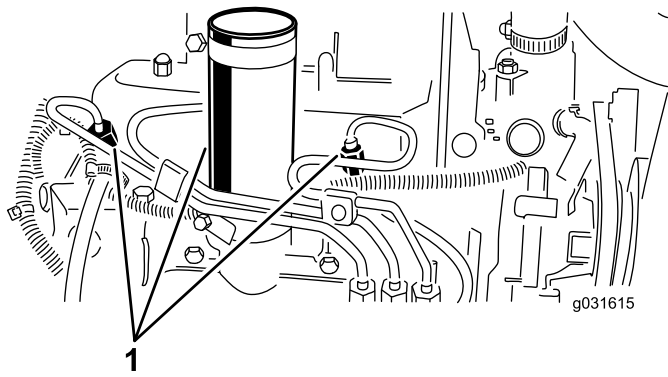

Bild 55
1. Lockern Sie den Leitungsanschluss an der ersten Düse und Halterung (Bild 55).